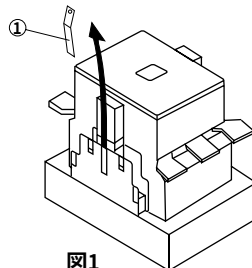

図1
- (1) 電磁接触器の側面に取付けられている透明カバー①をピンセットで取外してください。(図1)